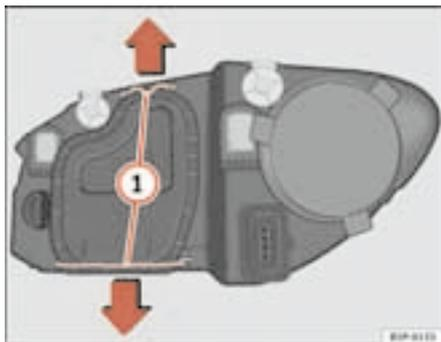

Fig. 179 Luz de cruce
- Desplace los tirantes ⇒ fig. 179 ① en el sentido de la flecha y saque la tapa.